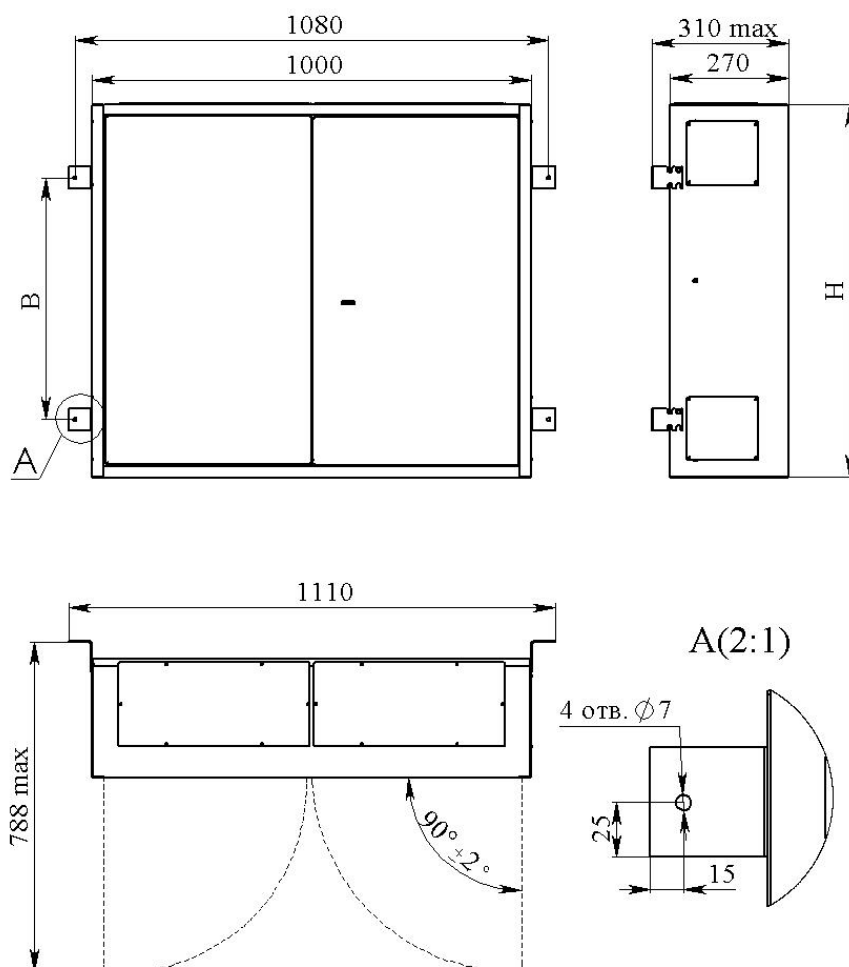

Рис.3. Габаритный чертеж шкафа распределительного настенного ШРН-2/800
- 4.1. Установить на боковые стенки шкафа угольники при помощи прилагаемых крепежных деталей. Выполнить в стене отверстия под дюбели согласно присоединительным размерам, указанным на рис. 3.